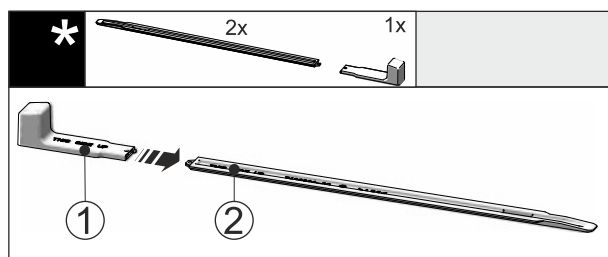

Fig. 47
- ▶ Dugja rá a szerelőfogantyút Fig. 47 (1) a szintezősinre Fig. 47 (2).